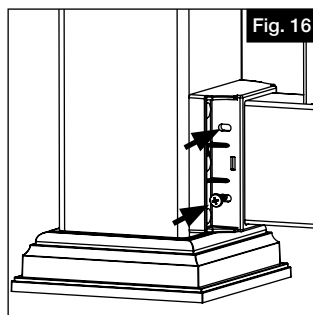

Fig. 16
- Instale tornillos #10 de 1" en todos los agujeros taladrados (Fig. 16).